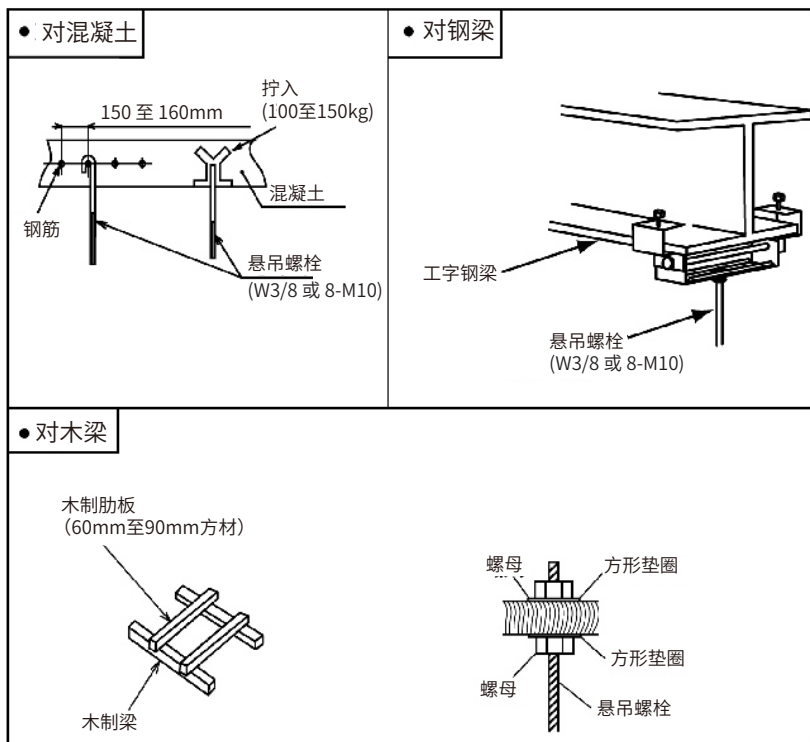

图14悬吊螺栓的固定
- (1) 仔细考虑走管、配线和维修, 选定合适的安装位置和方向。
- (2) 安装悬吊螺栓如下页图14所示。